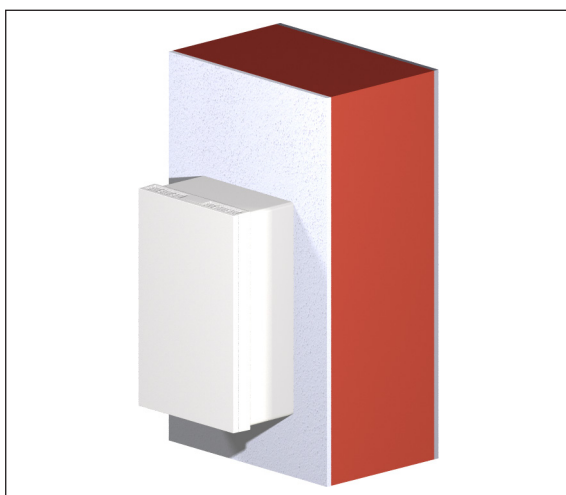

Fig. 1: Montaj aparent pe perete
- Montaj aparent pe perete (a se vedea Fig. 1)